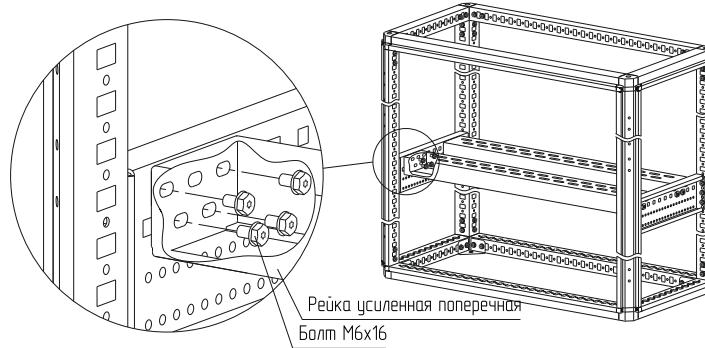

Рисунок 39
4.21.3 Установите рейку усиленную поперечную между реек усиленных боковых и закрепите болтами M6x16 (рисунок 39).